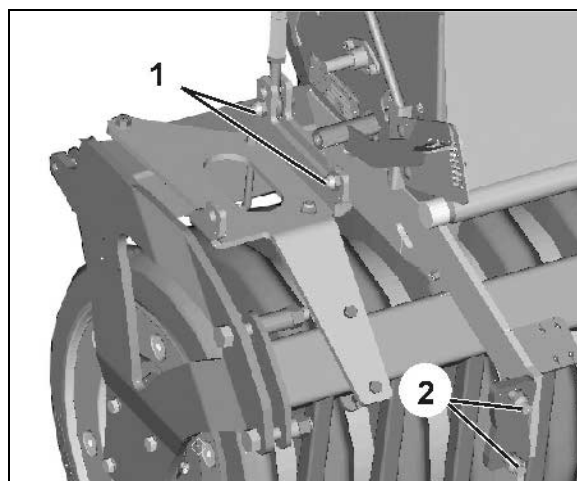

Fig. 26
- 5.1 Til venstre: Monter to forskruninger (Fig. 26/1).
(Fig. 26/2): Fastgørelsespunkt til strigle.